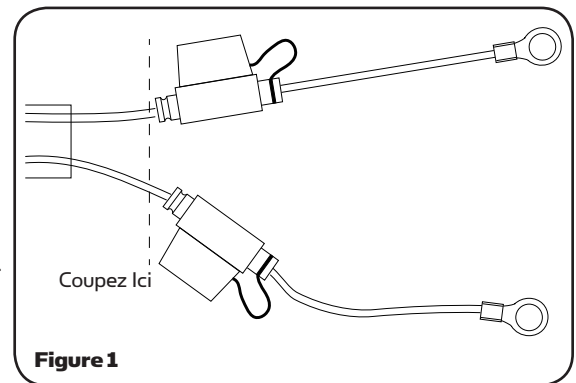

Figure 1
**AVERTISSEMENT:** Quelques câbles de sortie comporteront un capteur de température dans le câble couvert par un tube thermorétractable. Vous devez couper avant le capteur de température pour éviter de l'endommager (voyez la figure 1).